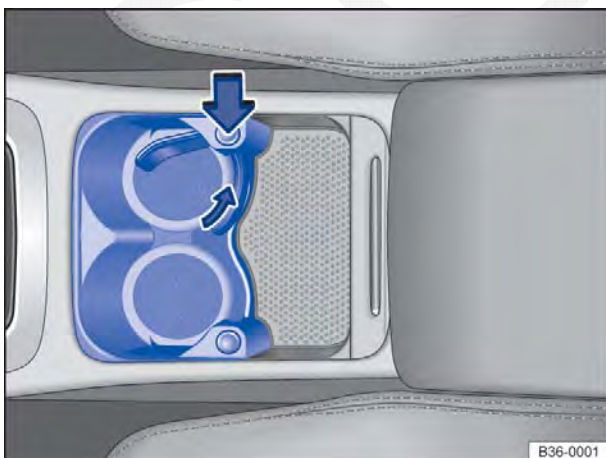

Fig. 118 No console central dianteiro: porta-copos (variante 1). Rebater o suporte no porta-copos aberto.
- Pressionar o botão ⇒ Fig. 118 (seta grossa) para girar o suporte para fora.
- Girar o suporte de volta ao console ⇒ Fig. 118 (seta menor). O suporte precisa se encaixar.